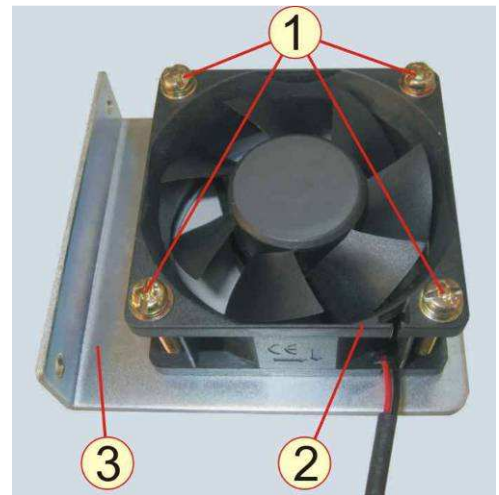

Рисунок 6.18
6.7.3 Выкрутить четыре винта 1 крепления вентилятора 2 к стойке 3 (рисунок 6.18). Положить винты, стойку и вентилятор в тару.